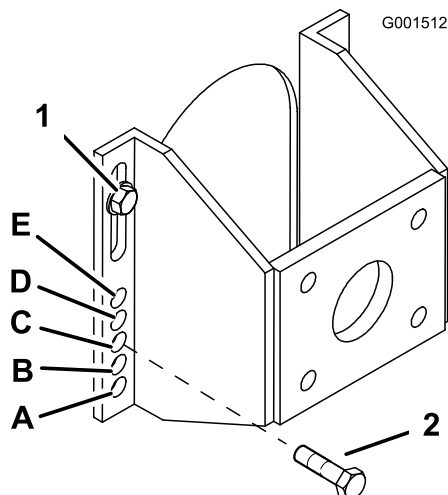

Figure 16
5. Desserrez, mais n'enlevez pas, les 2 boulons d'essieu supérieurs (Figure 16).
6. Enlevez les 2 boulons d'essieu inférieurs (Figure 16).
7. Élevez ou abaissez le support de fixation pour insérer les 2 boulons de réglage d'essieu dans le trou voulu (Figure 16). Vous pouvez utiliser un pointeau conique pour faciliter l'alignement des trous.